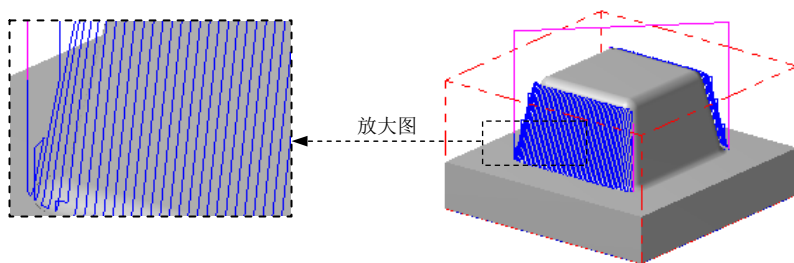

图 11.3.4 刀具路径
(2) 设置切削方式。在 **陡斜面精加工参数** 选项卡的 **切削方式** 下拉列表中选择 **双向** 选项。
(3) 完成参数设置。对话框中的其他参数保持系统默认设置值，单击“曲面精加工平行式陡斜面”对话框中的 **✓** 按钮，同时在图形区生成图 11.3.4 所示的刀具路径。
(1) 在“操作管理器”中单击 **刀具路径 - 117.3K - 000.MC - 程序号码 0** 节点，系统弹出“路径模拟”对话框及“路径模拟控制”操控板。
(2) 在“路径模拟控制”操控板中单击 按钮，系统将开始对刀具路径进行模拟，结果与图 11.3.4 所示的刀具路径相同，“路径模拟”对话框中单击 按钮。